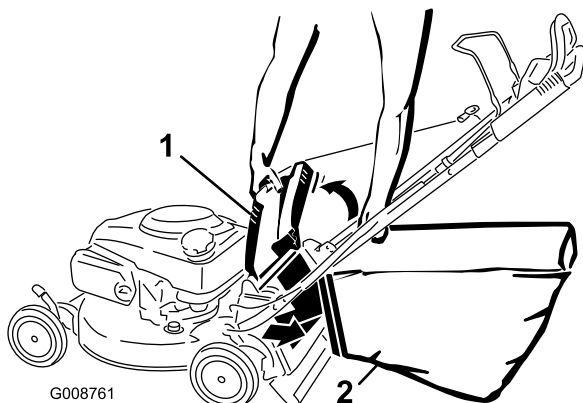

Figura 23
- Cuelgue el extremo superior delantero de la bolsa de las muescas (Figura 23).